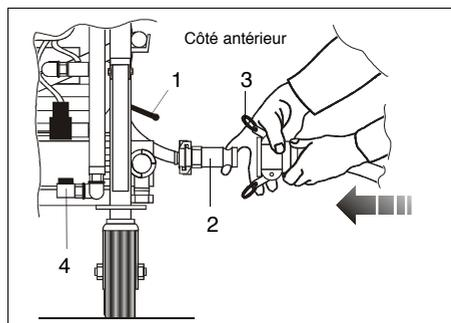

FIG.40 (Connexion rapide sur robinet de service)
- 3) Connecter au robinet de service (**FIG. 40 - Réf. 1**) la connexion rapide (en dotation) (**FIG. 40 - Réf. 2**);
- 4) Brancher le tuyau de transport matériau à la connexion rapide en tirant les leviers latéraux (**FIG. 40 - Réf. 3**);
- 6) Ouvrir le robinet de service (**FIG. 40 - Réf. 1**) jusqu'à faire sortir de l'extrémité opposée les deux boules en gomme-éponge;
- 2) Ouvrir le robinet de déchargement de l'eau de l'installation (FIG. 40 - Réf. 1);